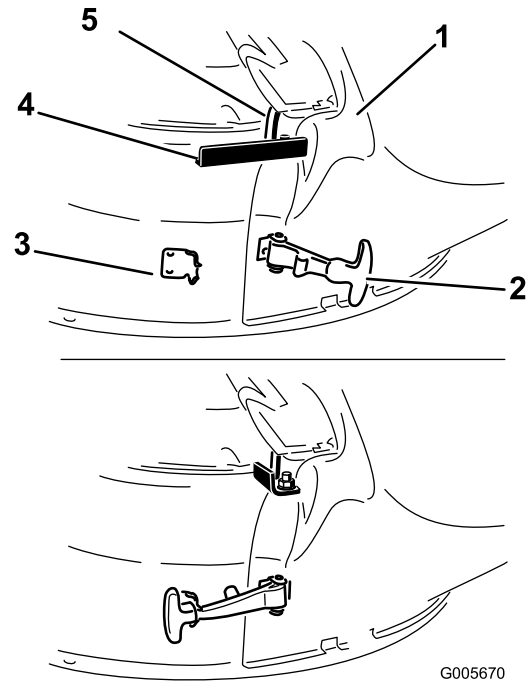

Bild 13
3. Befestigen Sie den Auswurfkanal am Mähwerk. Haken Sie den flexiblen Verschluss am Auswurfkanal an der Befestigungsklemme ein, der hinter der Öffnung am Mähwerk angeschweißt ist (Bild 13). Befestigen Sie den Befestigungshaken um die Gelenkstange, um die Auswurfkanal in der Stellung zu arretieren.